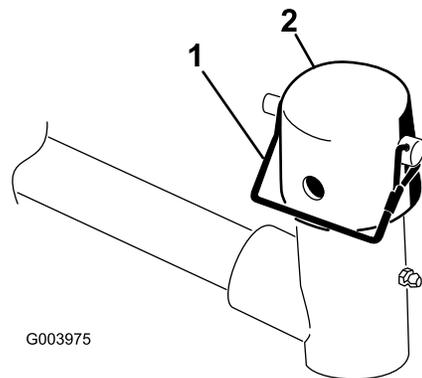

图 6
3. 在每个滚刀组提升臂处拆下将盖子固定到轴轳的锁扣销然后拆下盖子图 6。